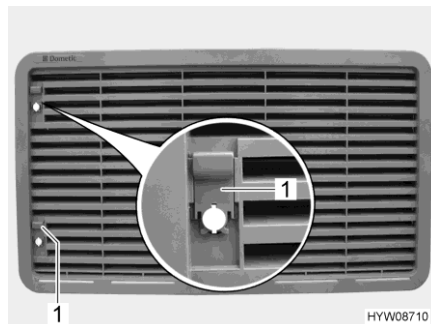

Fig. 184 Griglia di aerazione del frigorifero
- Spingere il cursore (Fig. 184,1) verso l'alto.